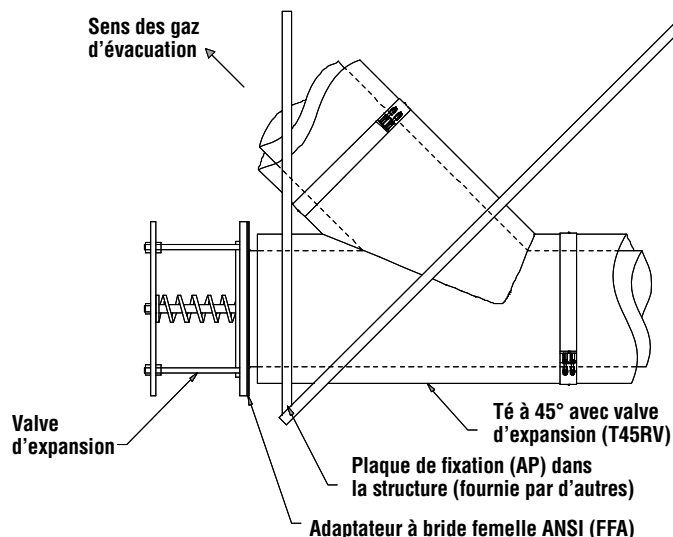

Figure 50 - Installation de la valve d'expansion
4. La valve d'expansion doit être supportée indépendamment du reste du système d'évacuation. Pour ce faire, la meilleure manière est de placer la plaque de fixation (AP) au niveau du joint entre l'adaptateur à bride ANSI et le raccord adjacent. Voir **Figure 50**.